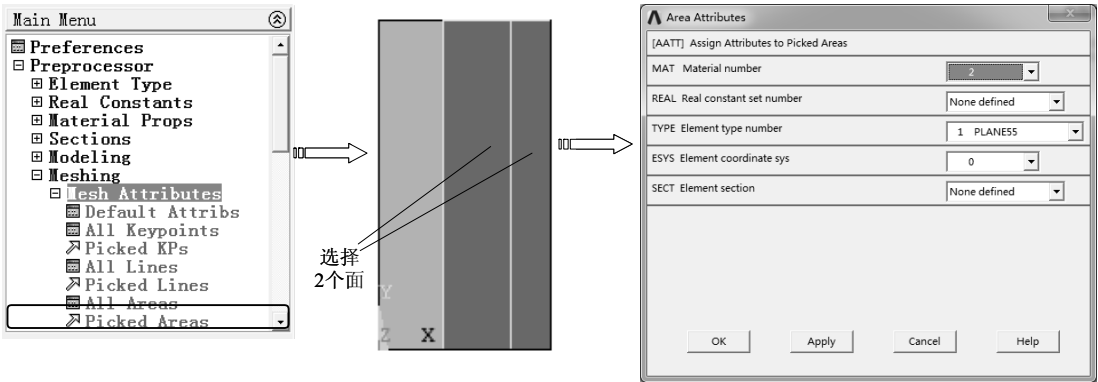

图 8-31 设置面单元属性
2) 选择 “Main Menu>Preprocessor>Meshing>Mesh Attributes>Picked Areas” 命令，弹出 “Area Attributes” 对话框，拾取最右侧的 2 个面，单击 “OK” 按钮，弹出 “Area Attributes” 对话框，在 “Material number” 下拉列表中选择 “2”，单击 “OK” 按钮完成面单元属性的设置，如图 8-31 所示。